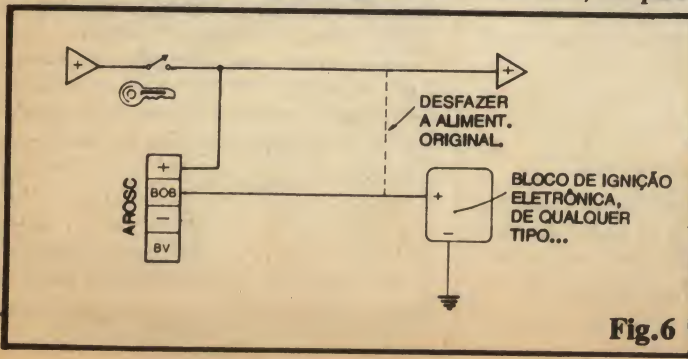

Fig. 6
- FIG. 6 - LIGAÇÕES PARA SISTEMAS DE IGNIÇÃO MAIS MODERNOS, ELETRÔNICOS - O mesmo terminal “BOB” do AROSC, pode ser usado para conexão a módulos modernos de ignição totalmente eletrônica (com os quais muitos carros atuais já saem de fábrica...). Simplesmente deve ser desfeita a ligação de alimentação positiva original desse módulo, conetando-o então ao dito terminal “BOB” do AROSC...